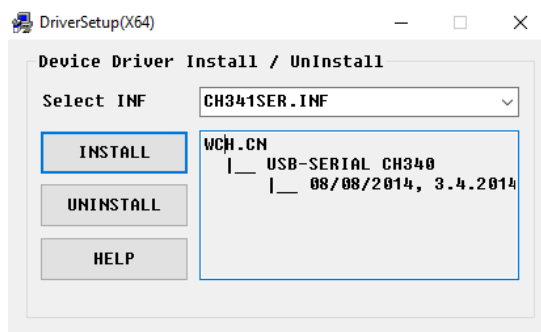

Figura B.1: Instalación de driver.
3. La siguiente ventana será la mostrada en la figura B.1. Dar click en el botón *Install* para comenzar la instalación del driver.